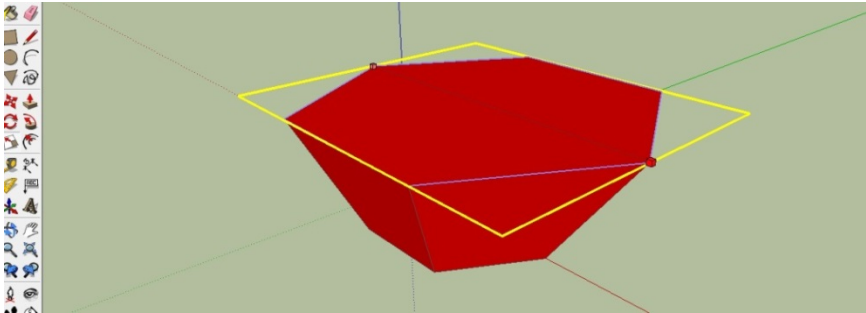

Рисунок 5.6
1. Виділити об'єкт для масштабування. Вибрати інструмент «Масштабувати». Показчик набере вигляду квадрата усередині ще одного квадрата. Навкруги виділеного елемента фігури з'явиться масштабна сітка (рис. 5.6).